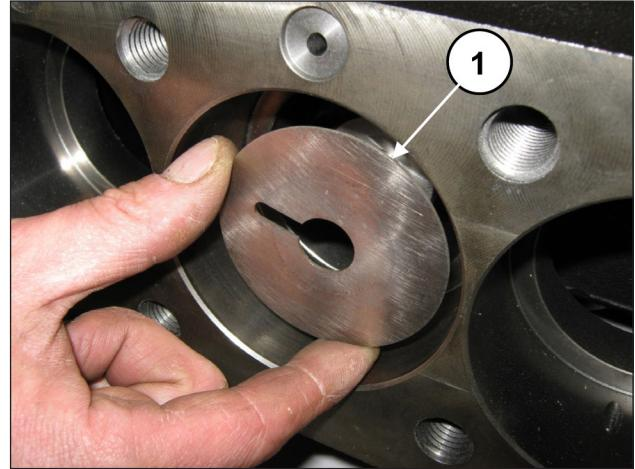

Abb. 173
Entfernen Sie die Spritzschutzzringe von den Kolbenführungen (Pos. ①, Abb. 173).